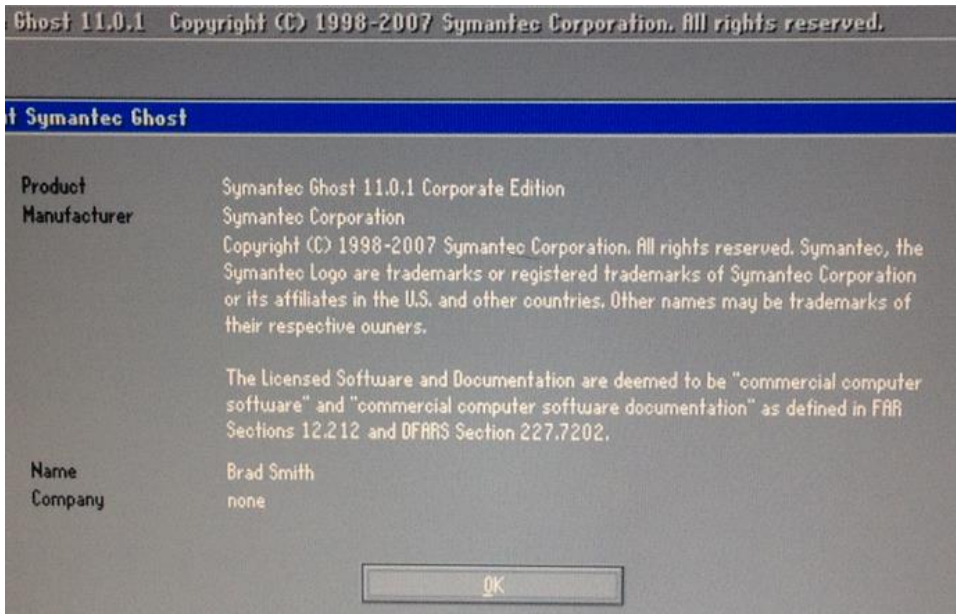

图 2-4 GHOST 安装界面
- 5) 待 GTC-10 运动控制器再次启动后会进入 DOS 界面，如图 2-3 所示在光标位置键入 ghost，然后回车进入 GHOST 安装界面（如图 2-4 所示）。